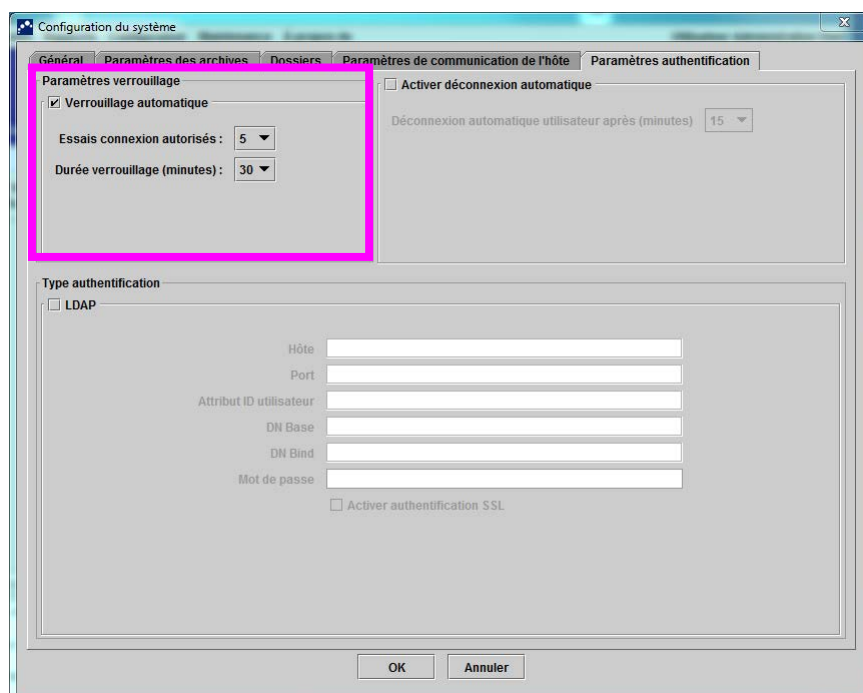

Figure 2-85. Paramètres d'authentification configurés pour le verrouillage automatique
2. Cliquez sur l'onglet **Paramètres authentification** ; les informations sur les paramètres d'authentification s'affichent. Voir la Figure 2-85.